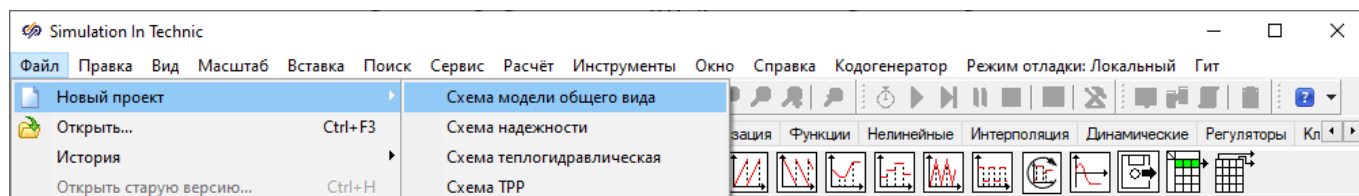

Рисунок 3.3.1. Меню создания нового проекта «Схема модели общего вида».
- 2) В выпадающем меню выберите пункт «**Схема модели общего вида**» (Рисунок 3.3.1).